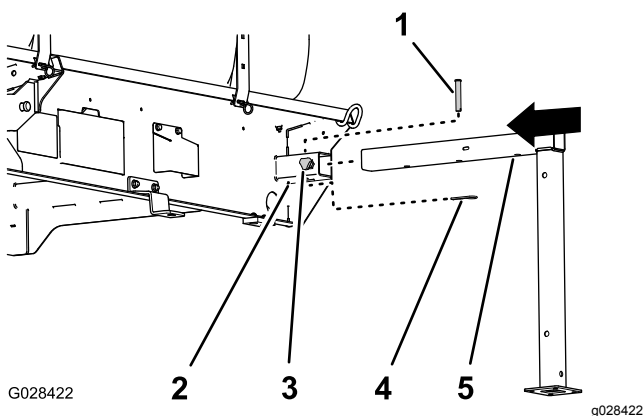

Рисунок 133
- Совместите переднюю подъемную опору с гнездом под опору в передней части бака (Рисунок 133).
трубке подъемной опоры было совмещено с отверстием в верхней части гнезда (Рисунок 133).
- Заверните рукоятку в гнездо, затянув от руки (Рисунок 133).